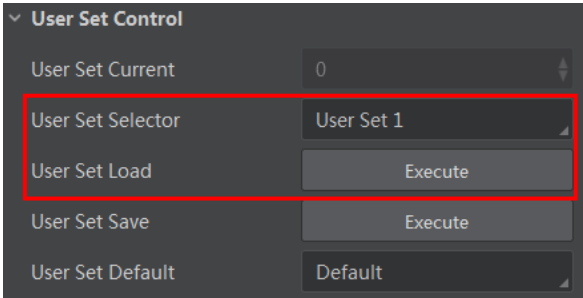

图8-21 加载参数设置
- 加载参数：在连接设备但不预览时，可以对设备进行加载参数的操作。通过 *User Set Selector* 参数下拉选择其中 1 套参数，单击 *User Set Load* 处的“Execute”，即可将选择的那套参数加载到设备中，如图8-21所示。